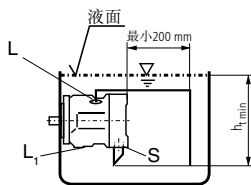

图 3
- 当油箱的最低液面在泵顶端之上，则“L₁”口堵，“L”和“S”可开放并接管见图3。